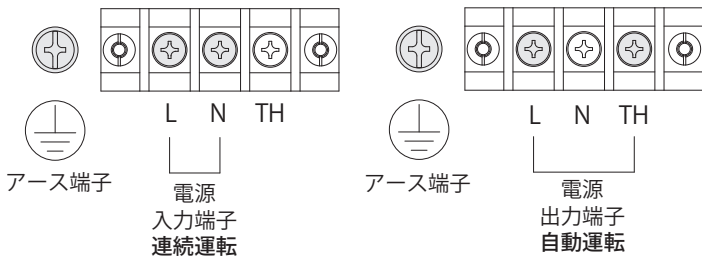

図 5 端子台の構成
1. 端子ねじ M4、アースねじ M4 にて電源線、アース線を指定の端子へ適正締付トルクにて確実に接続してください。(図 5)
2. 運転方式(自動運転または連続運転)により電源線の接続箇所を変更してください。(5 頁「図 5」を参照)